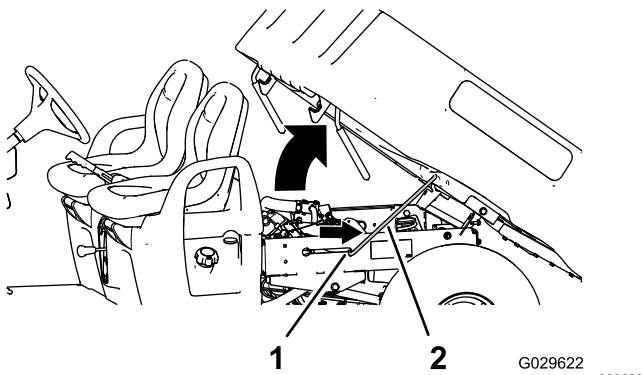

Figure 13
2. Engagez la béquille dans le cran de verrouillage pour bloquer le plateau en position (Figure 13).
2. Tirez la béquille hors de la fente de verrouillage (Figure 13).
3. Abaissez le plateau jusqu'à ce qu'il se verrouille fermement en place (Figure 13).